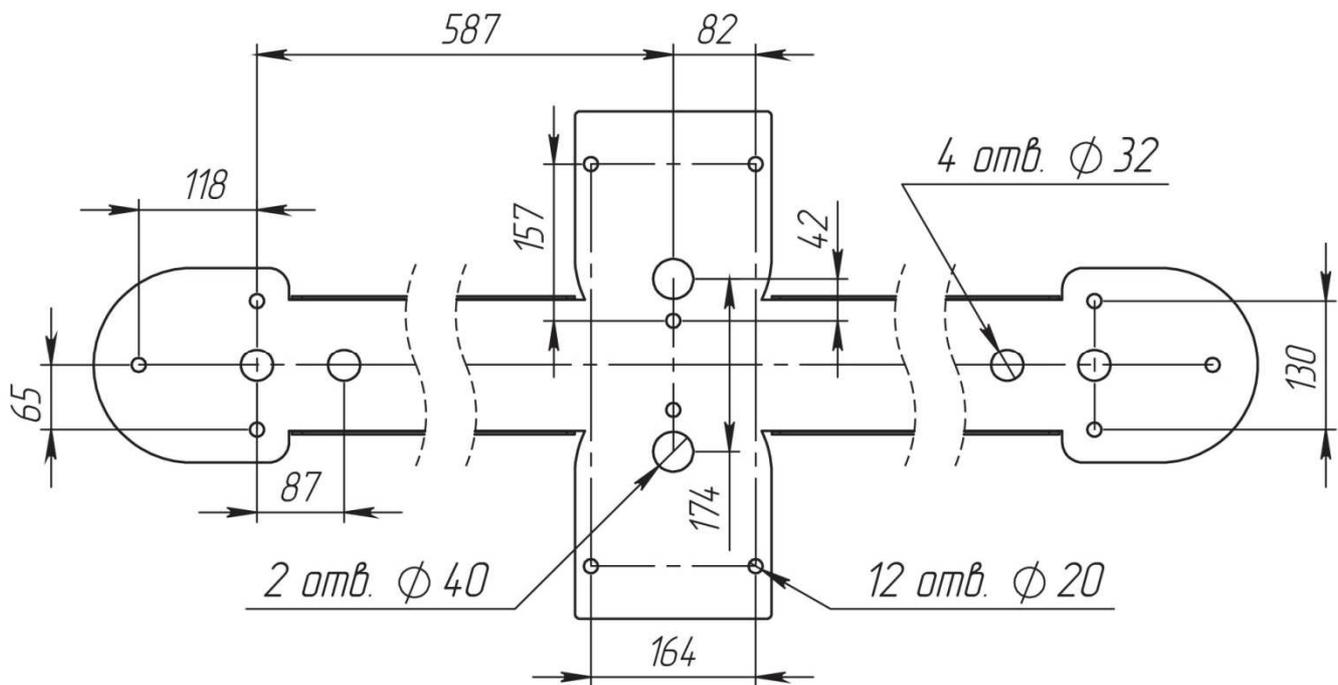
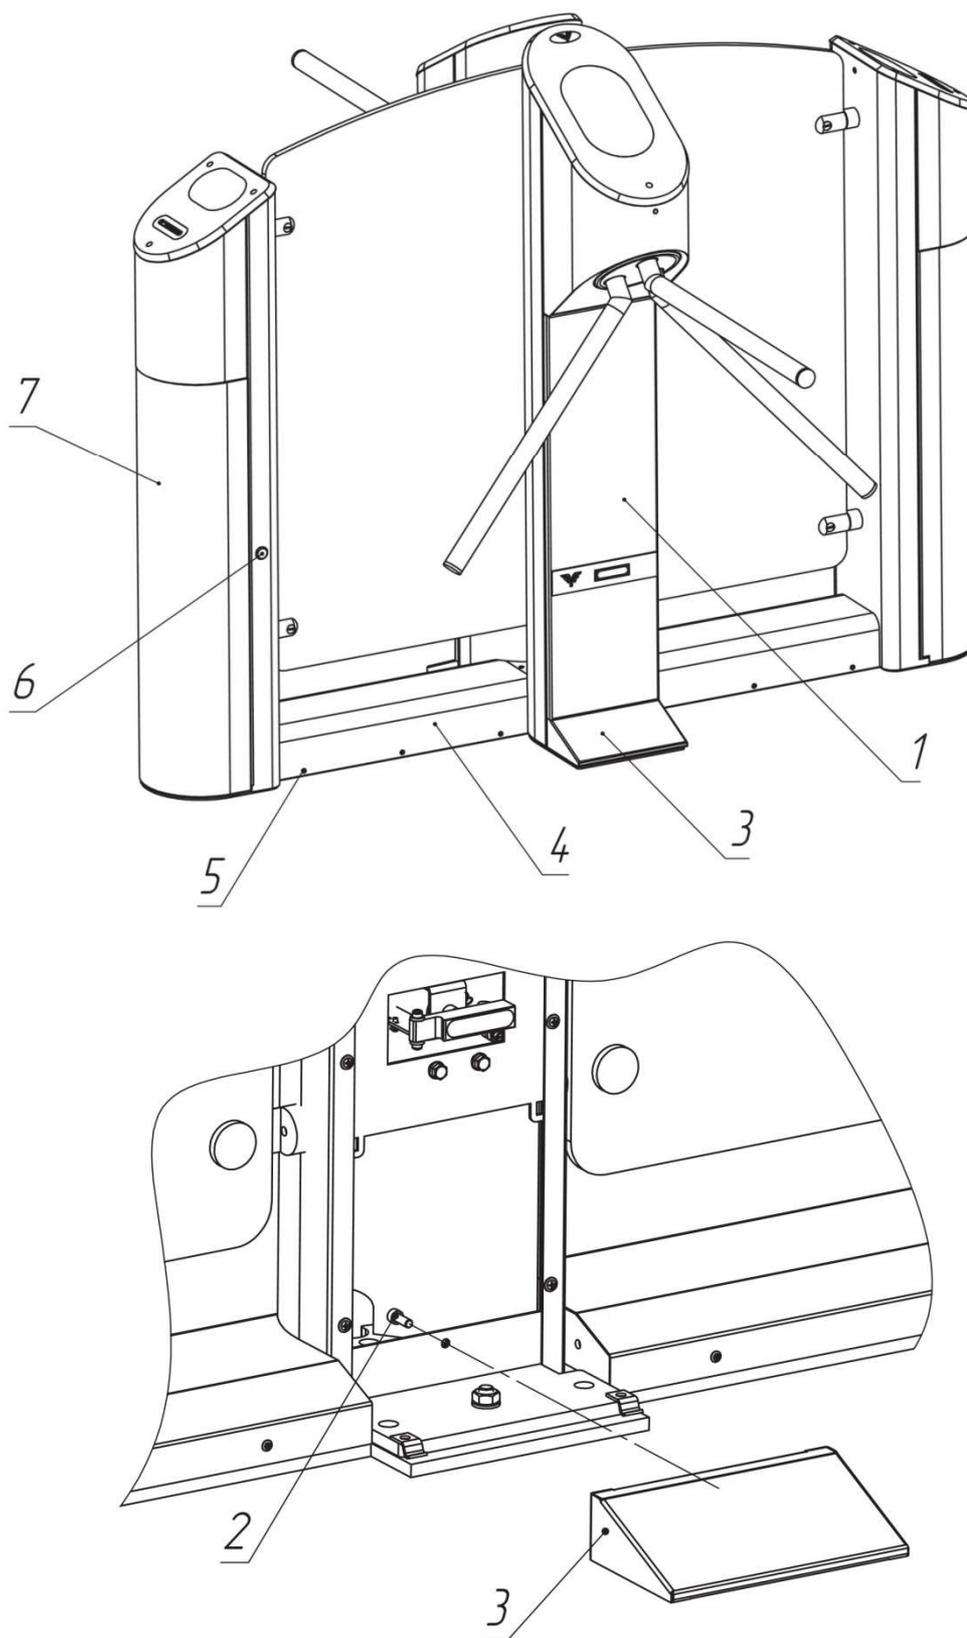
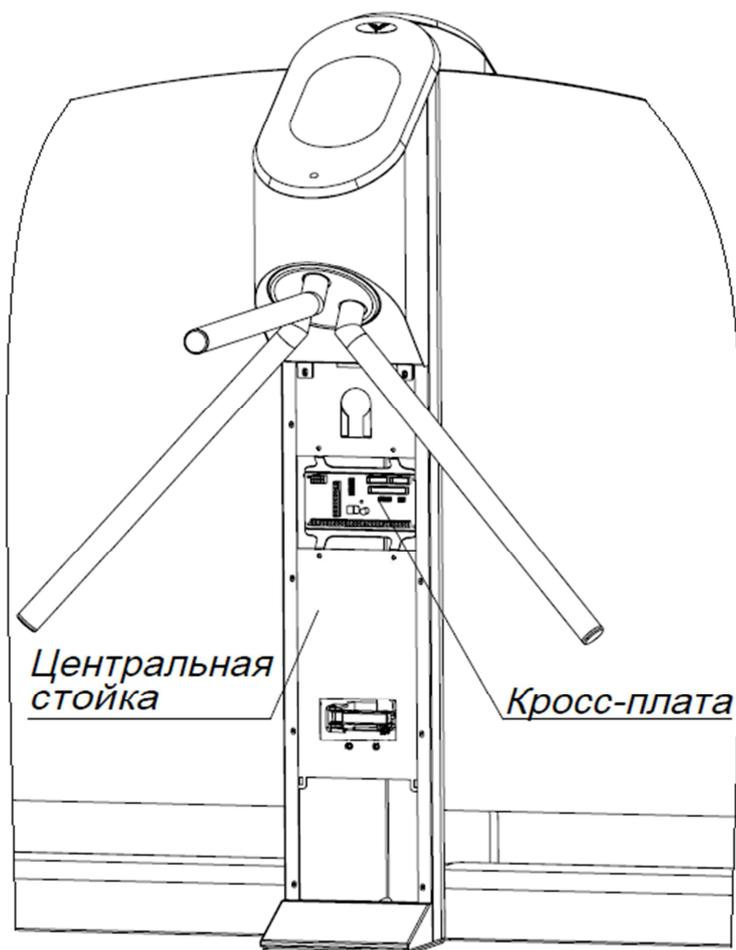

Рис. 5. Установочные размеры
Рис. 6. Схема установки турникета
Рис. 7. Расположение кросс-платы на стойке турникета
4.2.3. По установочным размерам (рис. 5), подготовьте 12 отверстий диаметром 20мм в полу под анкеры крепления стойки турникета. Расположение монтажных отверстий относительно внешних габаритов турникета представлено в Приложении 5. Глубина закладного отверстия должна превышать длину анкера на 5мм. Вставьте анкеры в отверстия.
4.2.4. Подводка кабелей производится через отверстия диаметром 40 и 32 мм (рис. 5) в нижней плите турникета. Необходимо подготовить штробу для прокладки кабелей.
4.2.7. Установите турникет на подготовленную площадку (рис. 5). Откройте замок и снимите дверцу (1, рис. 6). Демонтируйте крышку основания центральной стойки (3, рис. 6), выкрутив винт М6 (2, рис. 6).
4.2.8. Для подвода кабелей в корпус боковой стойки с картоприемником необходимо выкрутить 6 шурупов-саморезов (5, рис. 6) и приподнять кожух основания (4, рис. 6). Разблокируйте замок стойки картоприемника (6, рис. 6) и откройте дверцу (7, рис. 6).
4.2.9. Заведите в корпус турникета кабели от ПУ, БП и, при необходимости, кабели СКУД и ОПС. Подводка кабелей производится через отверстия диаметром 40 и 32 мм в нижней плите турникета (рис. 5). Закрепите кабели кабельными стяжками.
стойки(1, рис. 6), используя ключи. На рис. 7 показано расположение кросс-платы на стойке турникета.